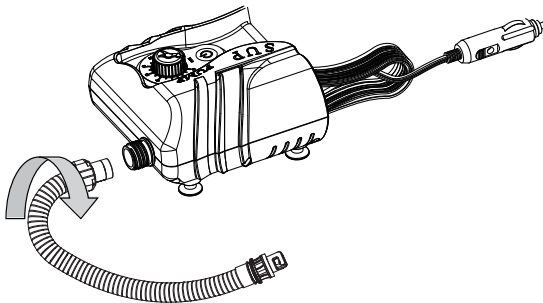

Abbildung 1
- Verbinden Sie den flexiblen Adapter (6) des Schlauchs mit dem Lufteinlass (1) der Luftpumpe, und drehen Sie ihn im Uhrzeigersinn fest, wie in Abbildung 1 dargestellt.